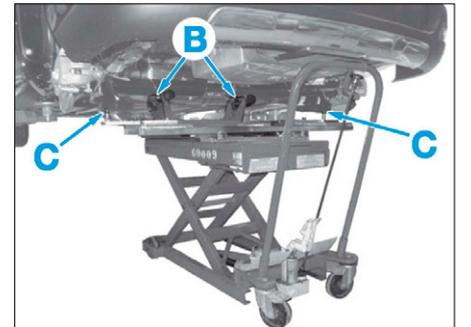

FIG. 77
- Protéger les surfaces de contact (B) du train arrière et de l'outil [2] (Fig.77).